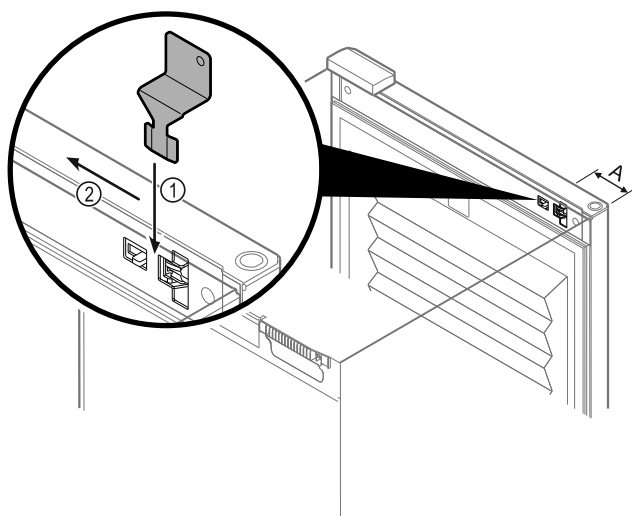

Fig. 164
- Notentriegelungsschlüssel an vorgegebener Stelle positionieren Fig. 164 (A) ≈ 100mm.
- Notentriegelungsschlüssel zwischen Tür und Gerätekorpus von oben bis zum Anschlag einstecken Fig. 164 (1).
- Notentriegelungsschlüssel in Richtung Scharnierseite ziehen Fig. 164 (2).